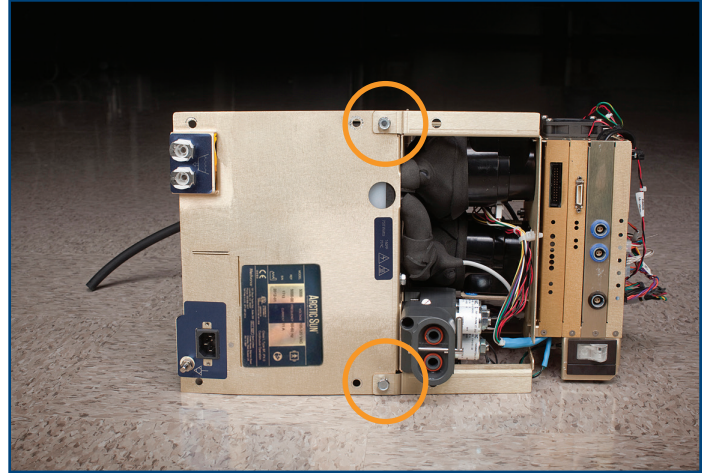
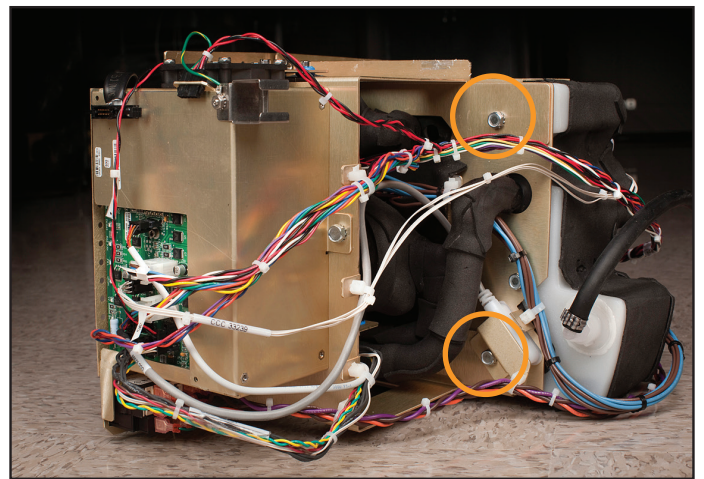

图 8-24 分为两部分前的内部组件（前视图）
图 8-25 内部组件（后视图）；圆圈表示需取下的螺栓（步骤 1）
1. 如图所示取下四个螺栓（参见图 8-24 和图 8-25）。